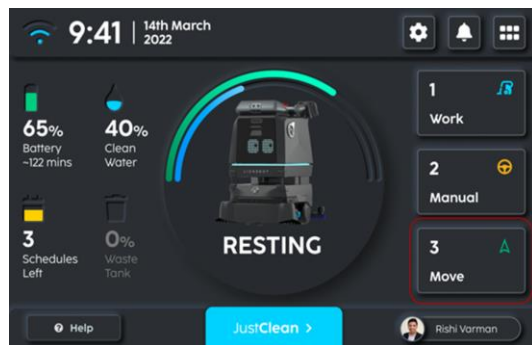
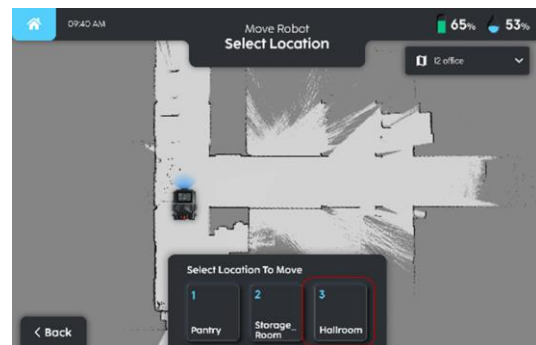

FIGURE 9-5
FIGURE 9-6
1. Utilisez l'option 'Déplacer' (Fig. 9-5) sur la page 'Accueil' pour sélectionner un point sur la carte (Fig. 9-6) vers lequel le robot se déplacera depuis son emplacement actuel.
2. La page Déplacer permet à l'utilisateur de sélectionner un point pré-réglé vers lequel se déplacer depuis la barre de sélection inférieure (ex. 'Hallroom' dans Fig. 9-6) ou de fournir un emplacement personnalisé en cliquant sur la carte.